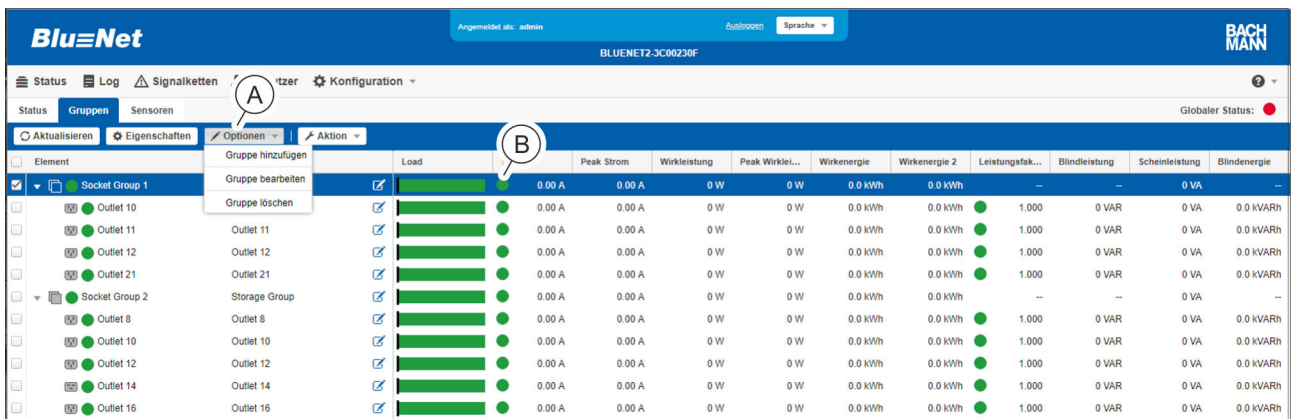

Abb. 111: Menü "Status" – Registerkarte "Gruppen"
3. ➔ Über „Optionen ➔ Gruppen hinzufügen“ eine neue Steckdosengruppe anlegen (Abb. 111/A).
Um eine bestehende Gruppe zu modifizieren, die gewünschte Gruppe auswählen (Abb. 111/B) und das Menü „Optionen ➔ Gruppe bearbeiten“ auswählen (Abb. 111/A).
Um eine Steckdosengruppe zu löschen, die gewünschte Steckdosengruppe auswählen (Abb. 111/B) und das Menü „Optionen → Gruppe löschen“ auswählen (Abb. 111/A). Im Anschluss erscheint ein Abfragedialog, der bestätigt werden muss.